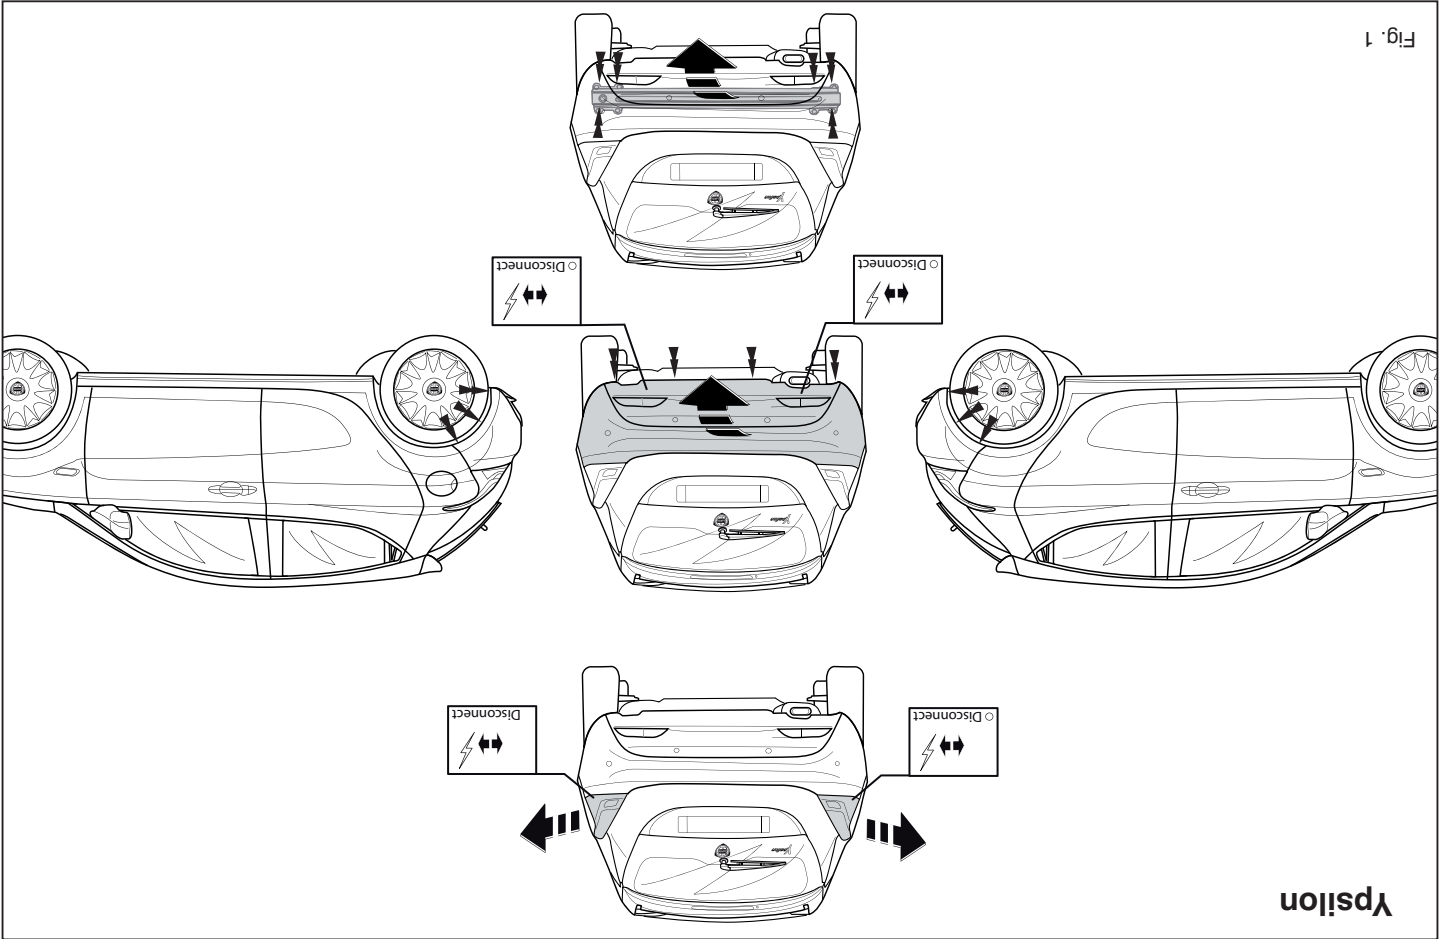

Fig. 1
2. Remove the bumper and the steel buffer beam from the vehicle. The buffer beam will no longer be needed. See figure 1 or 1a.
2. Die Stoßstange einschließlich des stählernen Stoßbalkens vom Fahrzeug abmontieren. Der Stoßbalken wird nicht mehr benötigt. Siehe Abbildung 1 oder 1a.
verse ne sera plus utilisée. Voir la figure 1 ou 1a.
2. Снять бампер вместе со стальным буферным брусом автомобиля; буферный брус больше не понадобится. См. рисунок 1 или 1а.